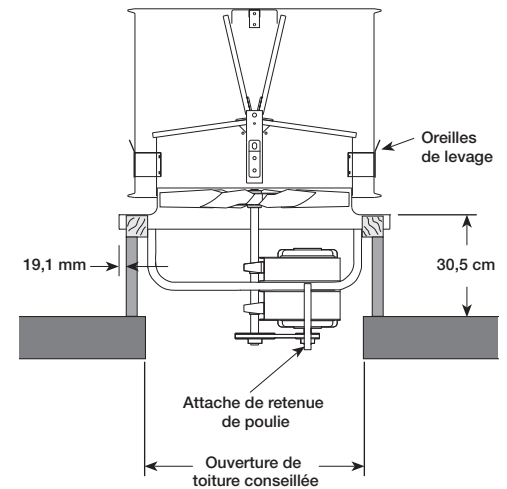

Figure 2 — Pose en toiture typique
6. Rattacher l'attache de retenue de poulie avec les vis de 5/16 po. Centrer l'attache sur l'arbre du moteur, avec un dégagement de 19 à 38 mm entre la poulie moteur et l'attache. Voir la Figure 2, page 3.